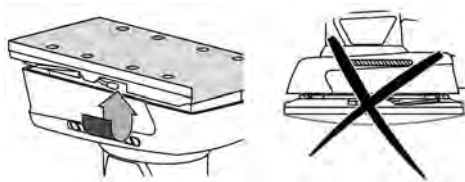

fig. 3 - dibujo demostrativo de la lija fijada
A continuación, fije los clips (6), asegúrese de que la lija esté fijada correctamente y sin holgura, fig. 3. Para extraer la lija retire los clips de fijación (6) y quite la lija.